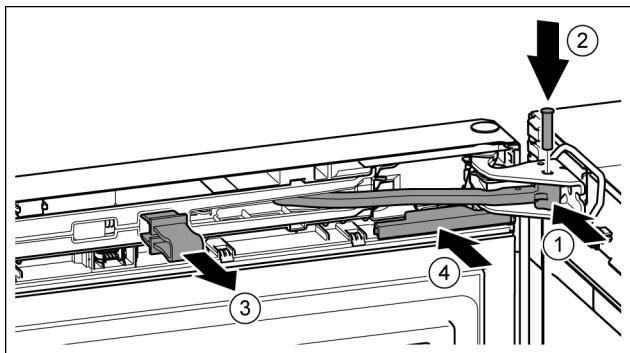

Fig. 42
- Поверніть шарнір в опорному кронштейні. Fig. 42 (1)
- Встановіть гвинт в опорний кронштейн та шарнір. При цьому виступ фіксатора повинен займати правильне положення в пазу. Fig. 42 (2)
- Зніміть запобіжник. Fig. 42 (3)
- Насуньте кришку. Fig. 42 (4)